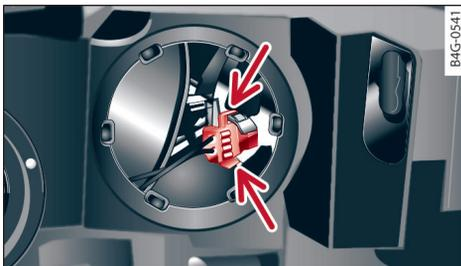

图 307 反射颈：取出插头及灯泡
- ▶ 松开反射颈上的插头的两个钩子  $\Rightarrow$  图 307。